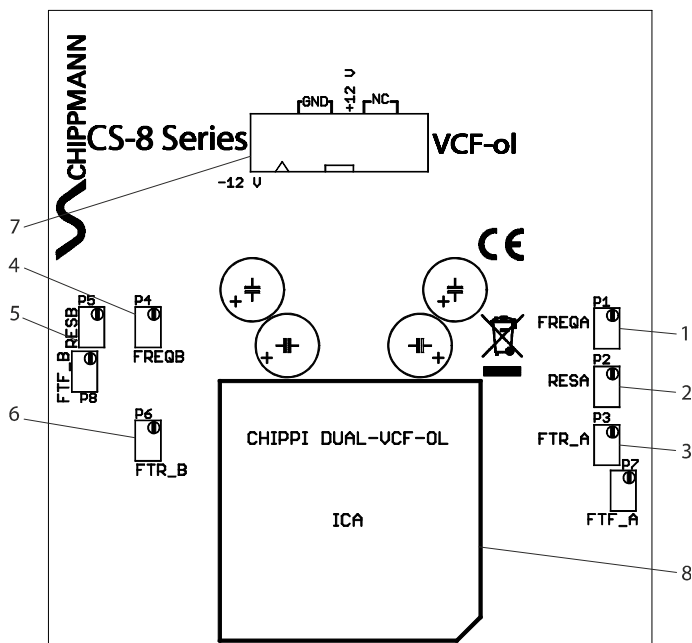

Abb. 2 Modulrückseite
Abb. 2 zeigt die Modulrückseite mit Durchnummerierung der Elemente.
Die Pinbelegung in der Stiftwanne (7) in Draufsicht gemäß Abb.2 wird wie folgt gezählt: von unten nach oben, von links nach rechts. Pin 1 ist also links unten, Pin 2 über Pin 1,..., Pin 15 rechts unten, Pin 16 rechts oben.
Einer der beiden IDC-Stecker am jeweiligen Ende des beiliegenden Flachbandkabels wird mit der mittigen Führungsnase nach unten gemäß der Abb.2 in die Stiftwanne gesteckt. Die rote Markierung des Flachkabels liegt dann gemäß der Abb. 2 links an der Dreieckmarkierung.